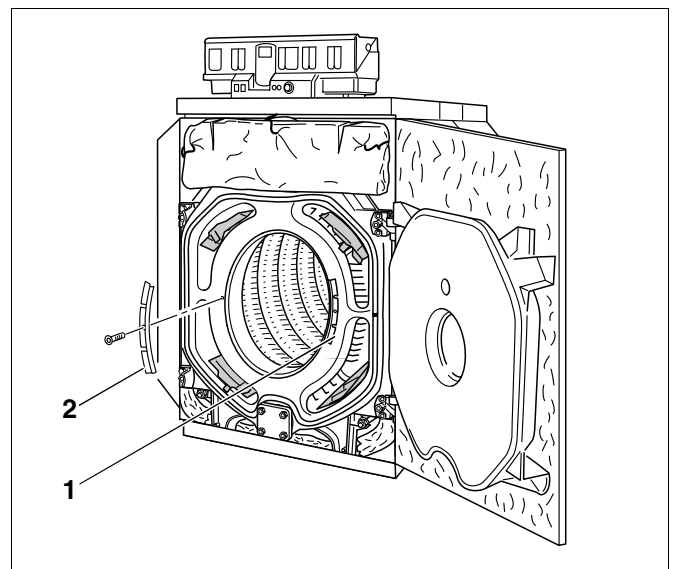
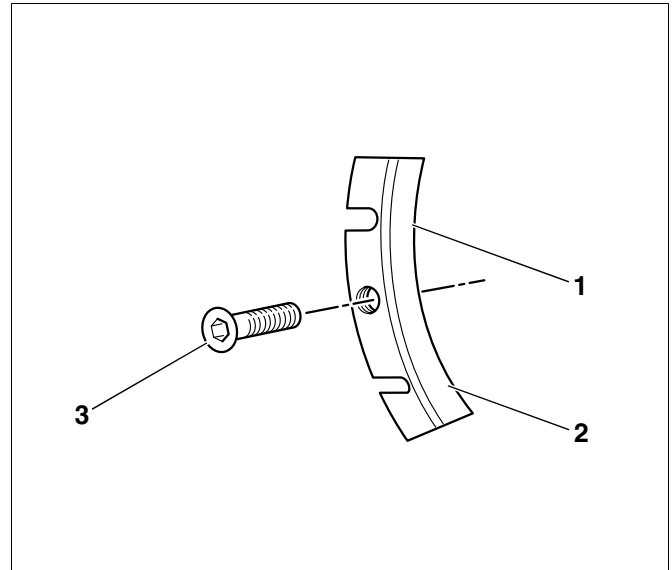

Fig. 68 Røykgass-sperreplatenes posisjon
Fig. 69 Røykgass-sperreplate
- Løsne den innvendige sekskantskruen i hver røykgass-sperreplate og fjern røykgass-sperreplatene på høyre og venstre side (Fig. 68, **Pos. 1** og **2**).
- Løsne den innvendige sekskantskruen (Fig. 69, **Pos. 3**) i hver røykgass-sperreplate og ta ut røykgass-sperreplatene på høyre og venstre side (Fig. 68, **Pos. 1** og **2**).
- Legg røykgass-sperreplaten på et underlag, slik at innsnittene (Fig. 69, **Pos. 1** og **2**) er hule. Slå av et segment på den venstre og høyre røykgass-sperreplaten ved hjelp av en hammer.